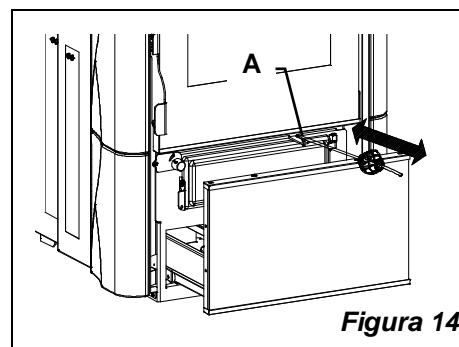

Figura 14
Durante il normale funzionamento della stufa in modalità PELLET, è necessario scuotere le braci per evitare la stratificazione della cenere. Per fare questo è sufficiente utilizzare il pettine scuoti griglia (P) la cui leva è accessibile aprendo il cassetto inferiore: **agganciare l'attizzatoio in dotazione alla leva onde evitare scottature** ed eseguire energicamente il movimento avanti-indietro più volte (Figura 14 pos. A). Ripetere l'operazione 2-3 volte al giorno.